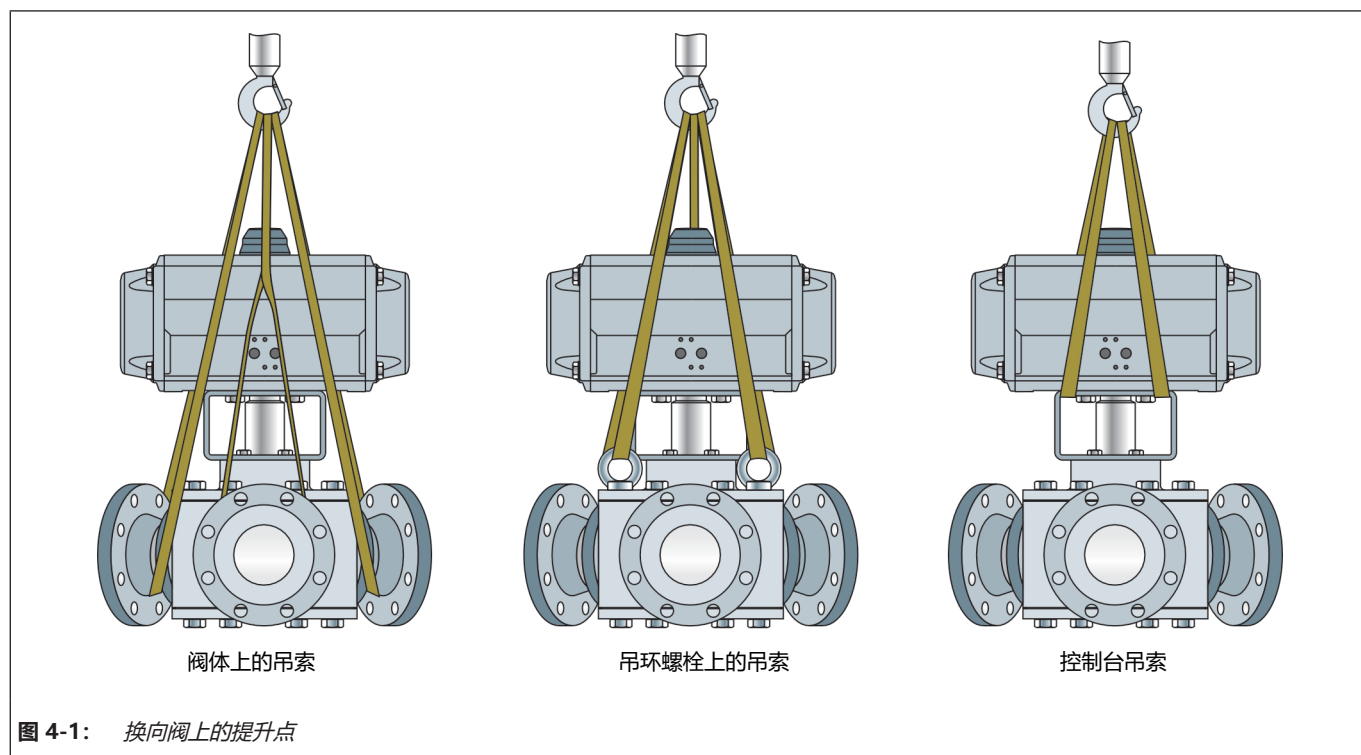

图 4-1: 换向阀上的提升点
- ⇒ 使用带有安全夹的挂钩作为悬吊元件，以防吊索在提升和运输期间滑离挂钩，请参见图 4-1。
- ⇒ 将吊索扣紧到每个外壳法兰以及起重机或叉车的悬吊元件 (例如，挂钩)，请参见图 4-1。在执行此操作时，请检查承载量和吊索长度，以确保安全。
- ⇒ 使用吊环螺栓将吊索扣紧到阀体以及起重机或叉车和卡车的悬吊元件 (例如，挂钩)，请参见图 4-1。在执行此操作时，请检查承载量和吊索长度，以确保安全。
- ⇒ 将吊索扣紧到起重机或叉车的托架和悬吊元件 (例如, 挂钩), 请参见图 4-1。在执行此操作时, 请检查承载量和吊索长度, 以确保安全。